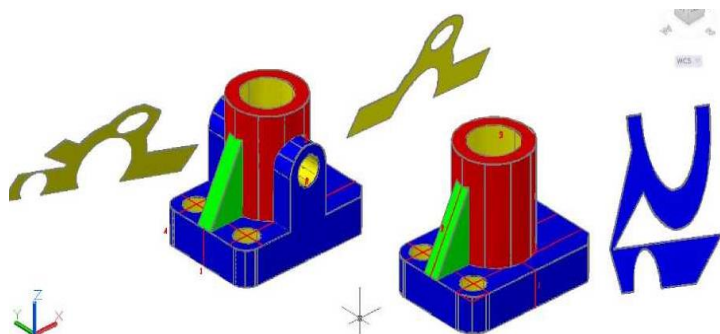

Рис. 50 – Вынесенные наклонные сечения на комбинированных геометрических телах
6. Для модели № 6 выполнить этой же командой два наклонных сечения. Для первого сечения задать точки, используя привязку «Середина»: 1, 2, 3. Для второго сечения также задать точки, используя привязку «Середина»: 3, 2, 4. Построенные сечения вынести на свободное поле чертежа (рисунок 50).